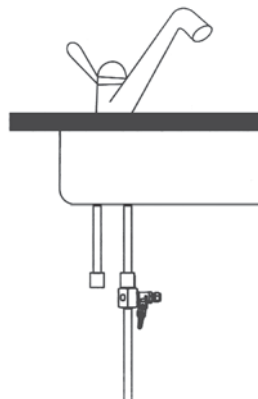

Рис. 9
2.4. Установите узел в сборе в разрыв гибкой подводки смесителя, как показано на **рис. 9**. Используйте гаечный или разводной ключ.